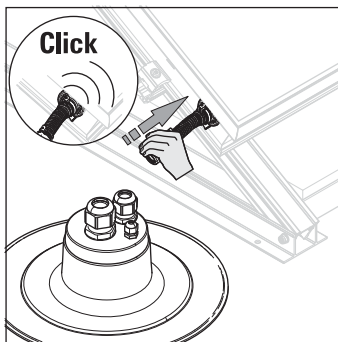

Bild 3-29 Anschlussfittings montieren
2. Anschlussfittings montieren (Bild 3-29).